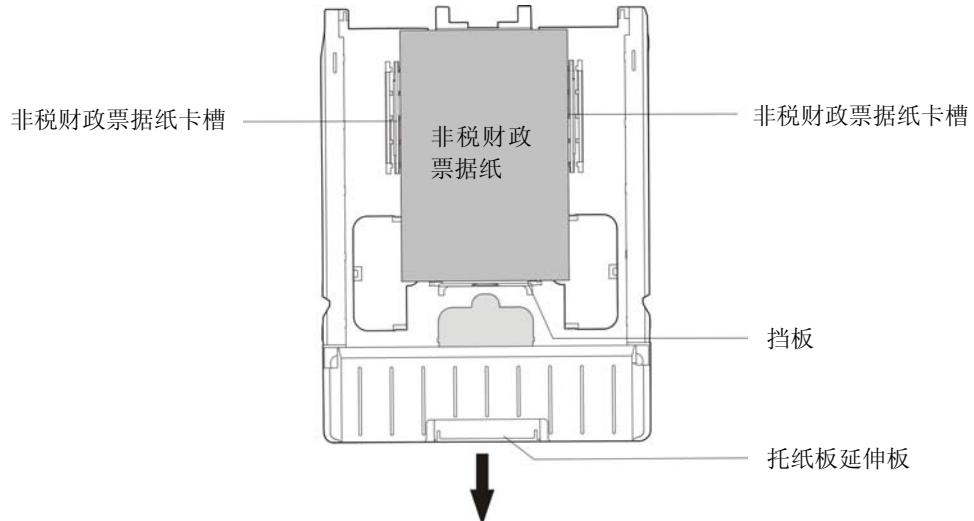

图 3-7 安装非税财政票据纸票纸（竖向）
- ④ 非税财政票据纸（190×127mm）：先将左右挡板翻起取出，安装在内卡槽上，再翻起非税财政票据纸挡板，然后将非税财政票据纸竖向放入（如图 3-7 所示）。